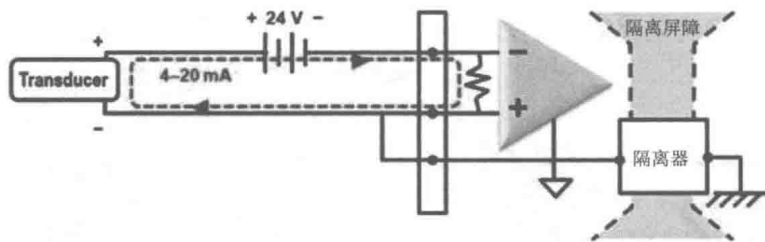

图 16-30 使用电流环路
(4) 使用滤波器。滤波器分为硬件和软件两类。
(5) 降低噪声还有其他一些方法。如图 16-30 所示，使用电流环路，使用带调理功能的传感器，使用数字传感器都可以降噪。
(6) 提高精度也有其他一些方法。例如，使用更高精度的采集卡，使用过采样技术等。